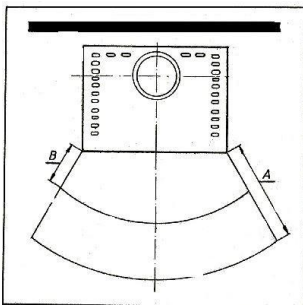

Bild 8
Im Sichtbereich (Strahlungsbereich) des Feuers muss zu brennbaren Bauteilen, Möbel oder auch z.B. zu Dekostoffen ein Abstand von mindestens **80 cm** (A), gemessen ab Vorderkante Feuerraumöffnung eingehalten werden. Der Sicherheitsabstand reduziert sich auf **40 cm** (B), wenn ein belüfteter Strahlungsschutz vor das zu schützende Bauteil montiert wird (Beispiel siehe Abb. 8)